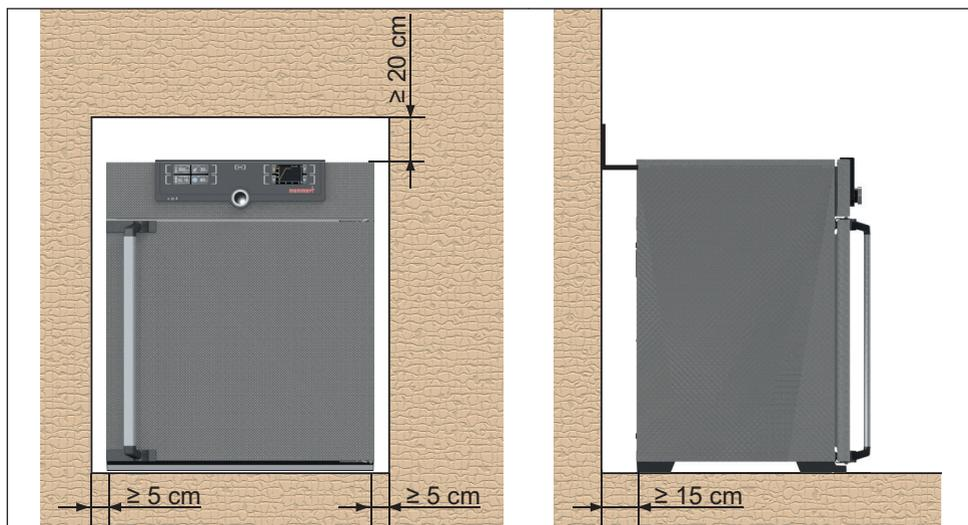

Fig. 9 Distanza minima da pareti e soffitti
La distanza fra il muro e la parete posteriore dell'apparecchio deve essere di almeno 15 cm. La distanza dal soffitto deve essere di almeno 20 cm e la distanza laterale rispetto al muro o a un altro apparecchio adiacente deve essere di almeno 5 cm (Fig. 9). È necessario assicurare una circolazione d'aria sufficiente intorno all'apparecchio.
2. Inclinare il dispositivo antiribaltamento verso l'alto in modo da formare un angolo di 90° rispetto alla parete (rispettare la distanza minima dalla parete, v. Fig. 9).